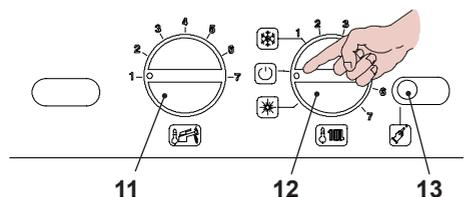

Рис. 5.66
- Чтобы выйти из режима программирования, установите переключатель функций / регулятор температуры 12, как показано на рисунке Рис. 5.66.